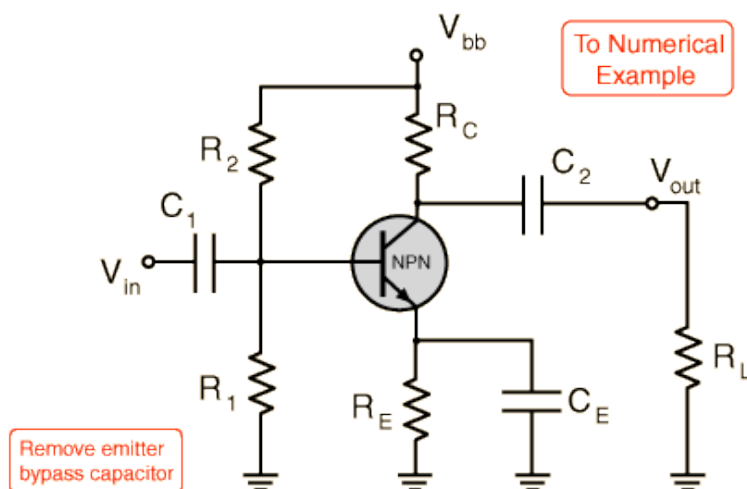

FIGURE 5 – Circuit BJT à émetteur commun. Pour le montage à collecteur commun, $R_C = 0$ et V_{out} est mesuré aux bornes de R_E .
1. Faites le montage de la figure 5 avec $C_1 = 1 \text{ nF}$, $R_1 = 22 \text{ k}\Omega$, $R_2 = 22 \text{ k}\Omega$, $R_E = 2 \text{ k}\Omega$; omettez les composants suivants : R_C, C_2, R_L, C_E . Quelle est l'utilité de C_1 ?